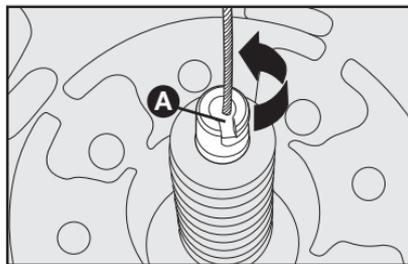

fig. 8
- Gire la extremidad del cable de seguridad **A-fig. 8** para soltar la rueda de repuesto.